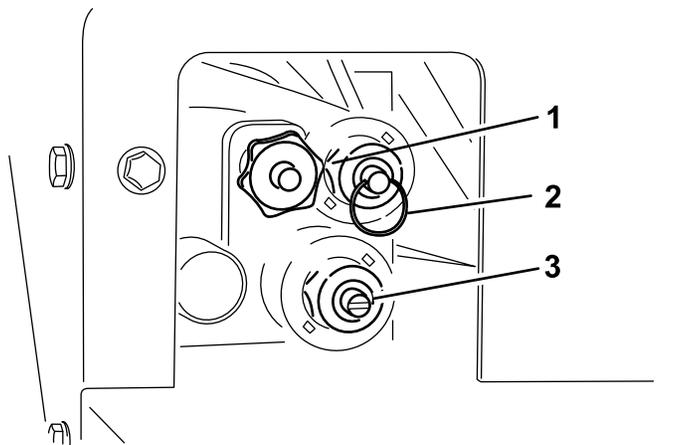

Figura 26
O acesso à reinicialização encontra-se no lado do condutor do sistema hidráulico (Figura 26).
- Para ajustar a velocidade da passadeira (Figura 26), rode o manípulo no sentido dos ponteiros do relógio. A velocidade máxima no solo é utilizada no sistema operativo com codificação por cores de forma que este ajuste possa ser feito sem fluido hidráulico presente. O mesmo é mais relevante quando tem um dispositivo de recolha cheio de areia.
- Para subir a tremonha (Figura 26), empurre o aro na haste da válvula.
- Para descer a tremonha (Figura 26), puxe o aro da haste da válvula.
- Para ajustar velocidade do rotor (Figura 26), utilize uma chave de parafusos de pontas planas para aumentar rodando no sentido dos ponteiros do relógio ou diminuir rodando no sentido contrário ao dos ponteiros do relógio.